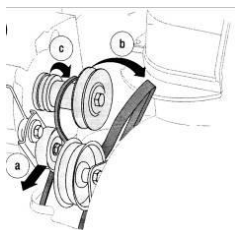

Fig. 17
5. c. Ridați cureaua de direcție de pe roata de transmisie a motorului. Vezi Fig. 17.